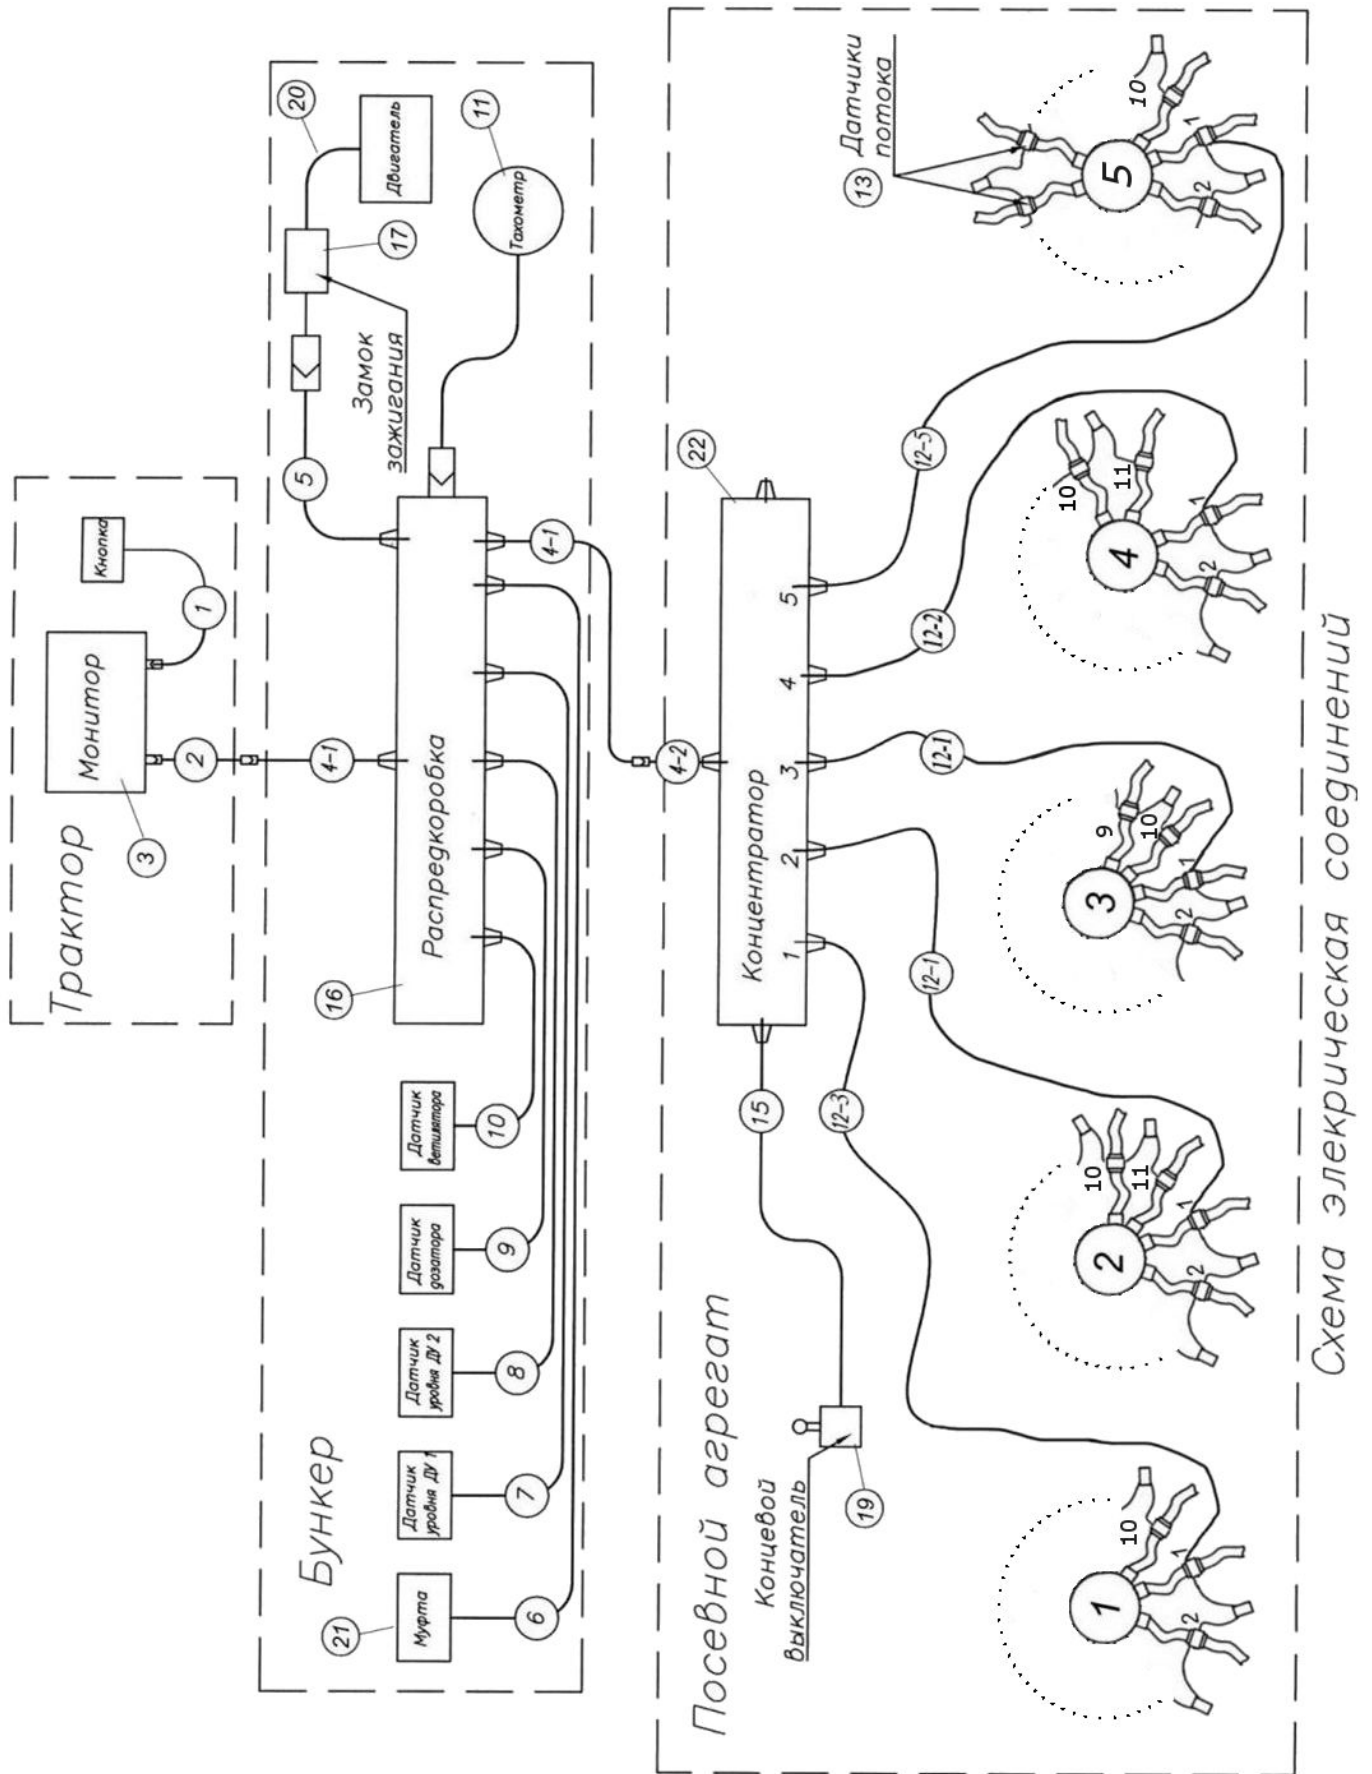

Рис. 7.2.1. Система электрооборудования для ПК «Кузбасс» с одноосным бункером
7.2.1. Система электрооборудования для ПК с одноосным бункером (рис. 7.2.1)